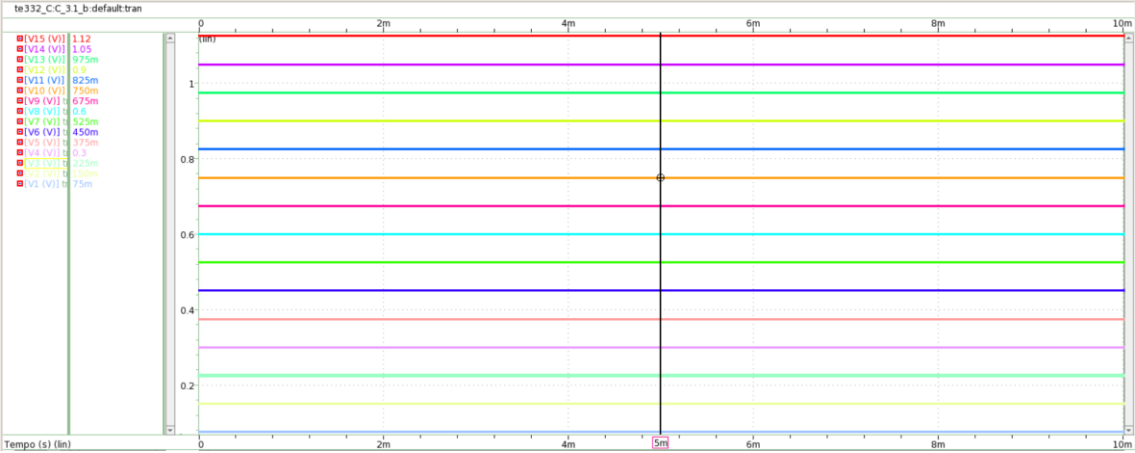
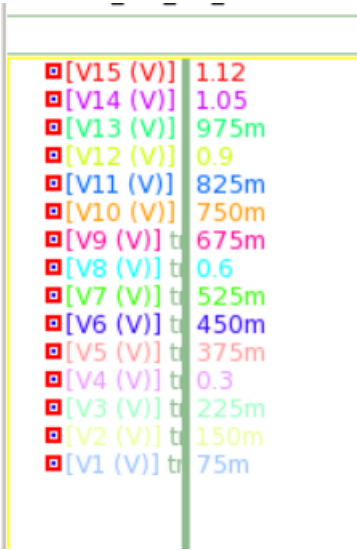

Fig. 3 – Simulação para as tensões
Fig. 4 – Tensões em mais detalhes
b) Foi feita uma simulação de transitório entre 0 e 10 ms para mostrar as tensões obtidas nas referências, como mostra a Fig. 3. A Fig. 4 mostra mais de perto a parte esquerda da imagem, onde pode se ver melhor as tensões.